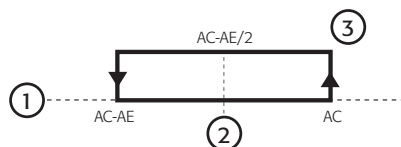

图4.1
- 表明参数Ac和AE之间的限值已经被超出（参考图4.1，源自计算： $Ac-AE/2$ ）
- 表明参数Ac的限值已经被超出（参考图4.1）